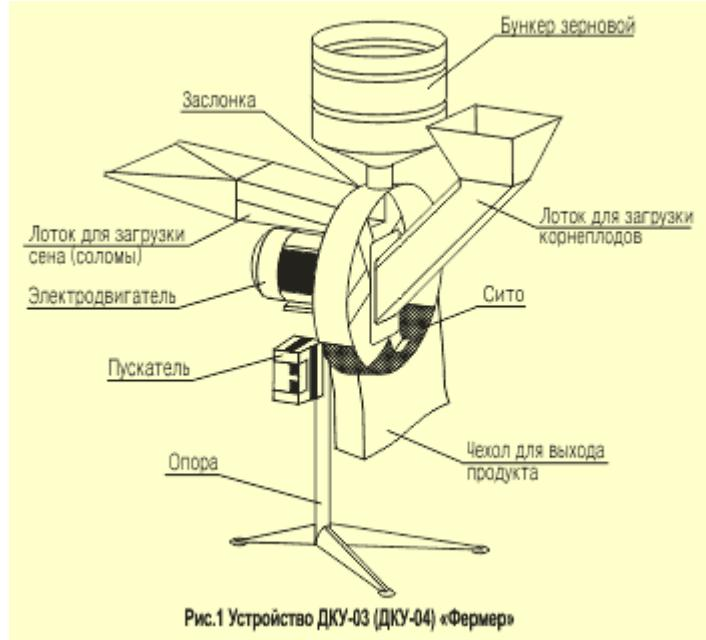

Рис.1 Устройство ДКУ-03 (ДКУ-04) «Фермер»
5.1 Устройство изделия показано на рис. 1.